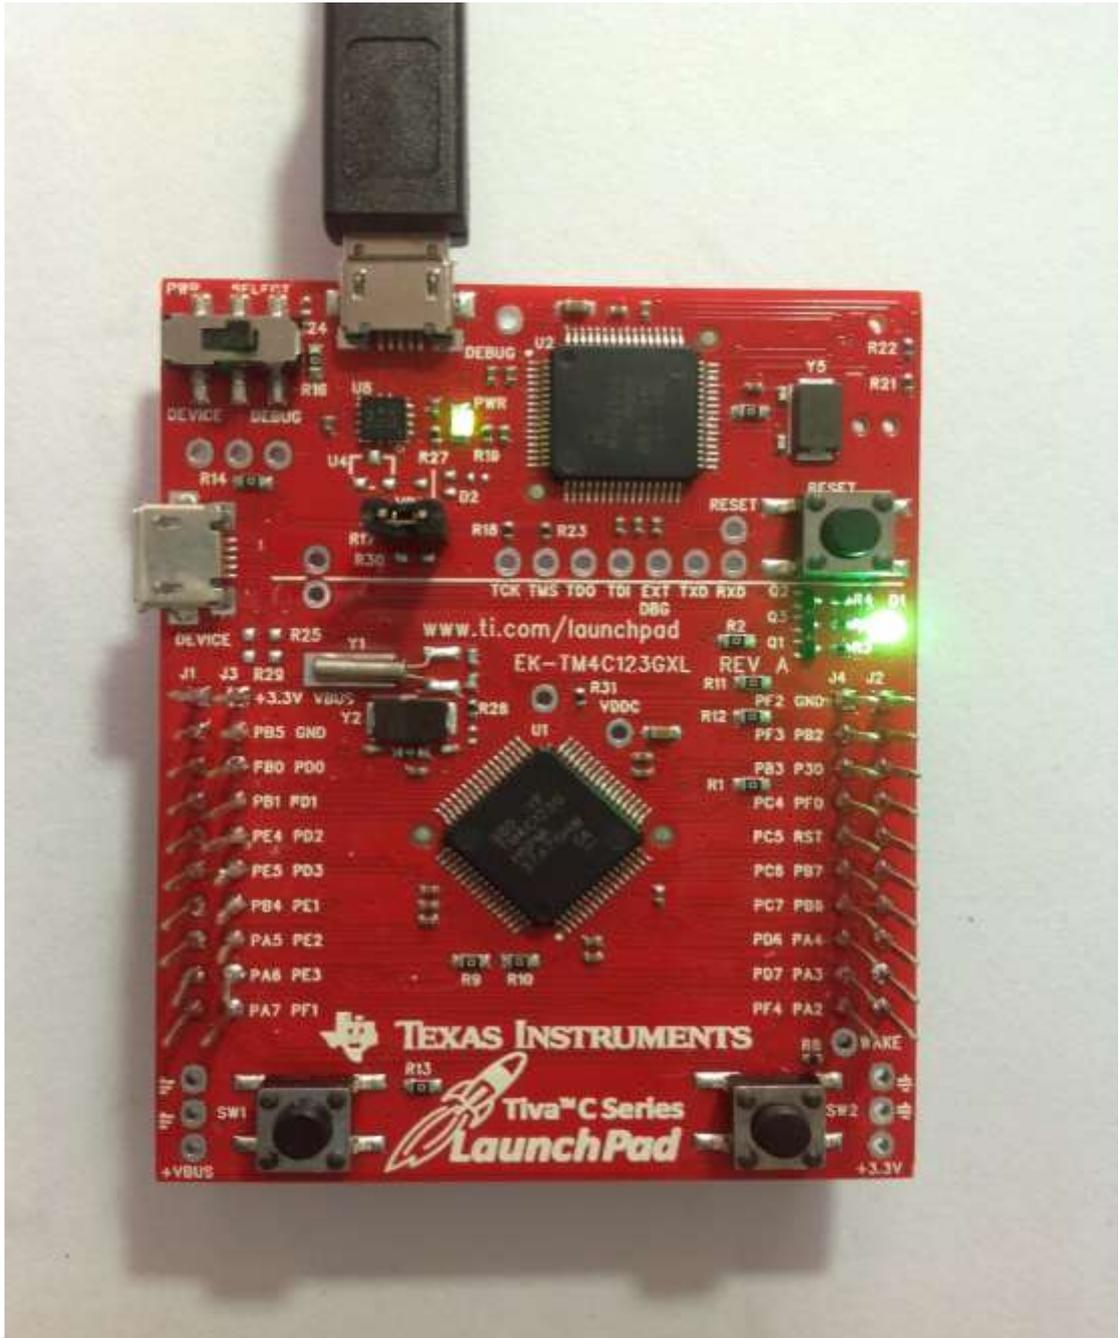

图 5.11 运行 blinky 工程
4. 此时可以观察到开发板 D1 灯快速闪烁，如图 5.11.